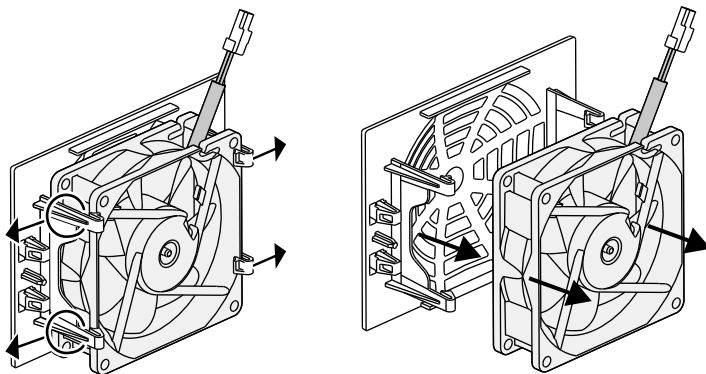

Abb. 75: Demontage Lüftergitter
5. Der Lüfter kann zusätzlich noch vom Lüftergitter abgezogen werden. Dazu Befestigungslaschen leicht nach außen drücken und Lüfter abziehen.  **Abb. 75**